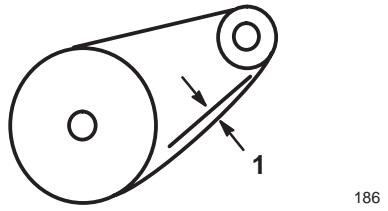

Bild 34
7. Überprüfen Sie die Abweichung der Kette, indem Sie sie in der Feldmitte mit mittlerem Druck anheben. Die Abweichung sollte 3 bis 10 mm betragen (Bild 34).